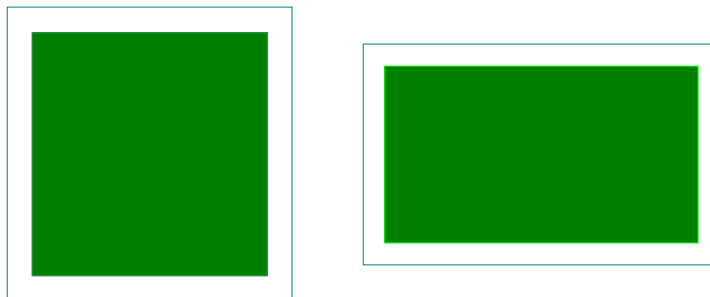

Figura 6. Señales de condiciones de seguridad
9.6 De condiciones de seguridad (véase figura 6)